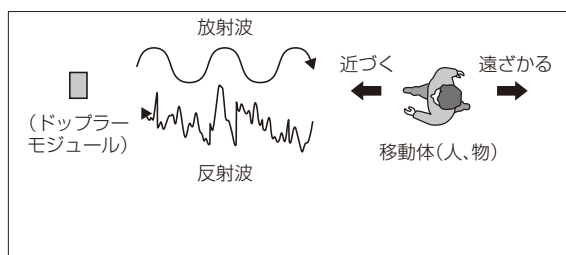

図1
- ドップラーモジュールから放射された放射波に対し、移動体が近づくまたは遠ざかることで(図1)、移動速度を検知するため、移動体が放射波に対し垂直方向に横切の場合(図2)は、移動速度として検知されにくい特性があります。